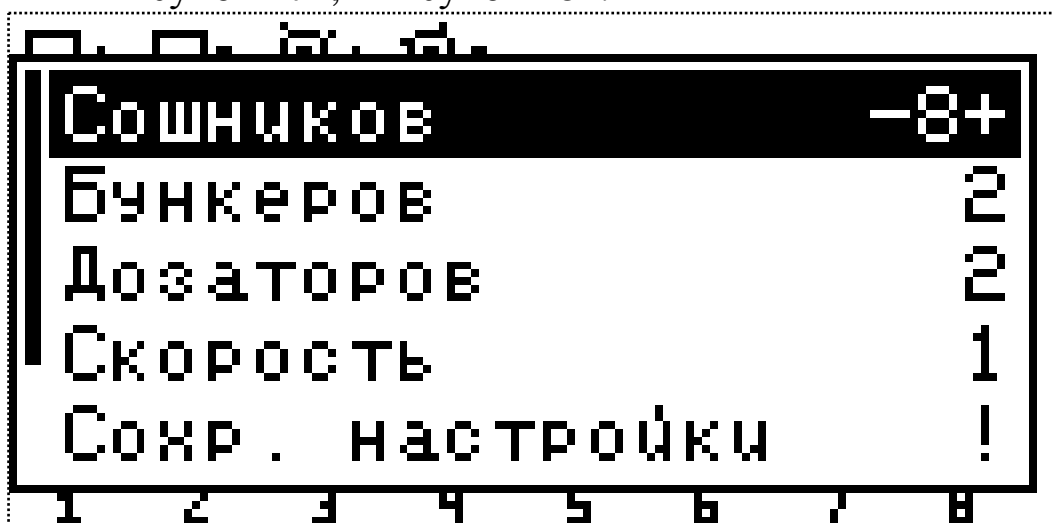
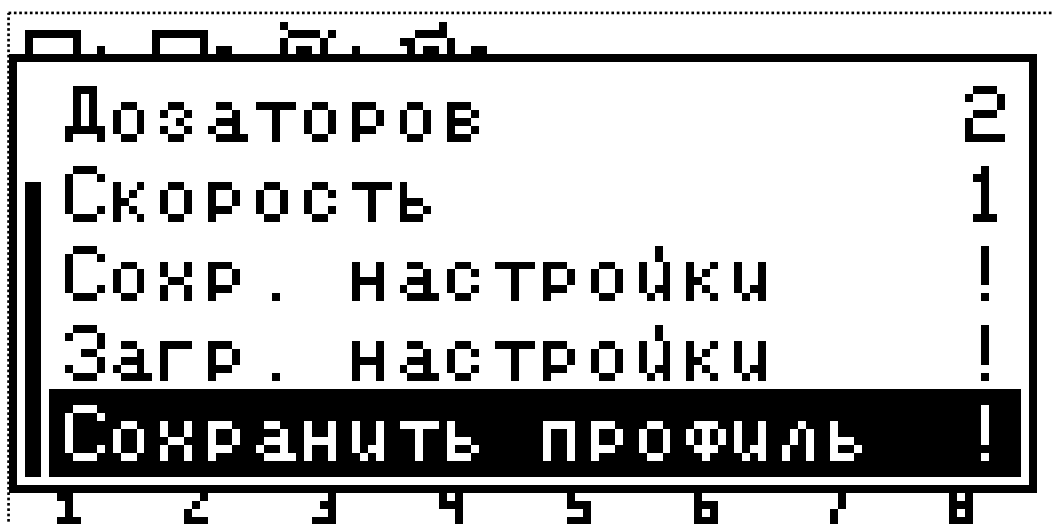

Рисунок 17 Профиль
Рисунок 18 Профиль (продолжение)
**9.4.1. Профиль** – вызывает вложенное меню, позволяющее настроить состав и количество датчиков системы контроля высева. Вложенное меню содержит семь параметров, см. «Рисунок 17», «Рисунок 18»: